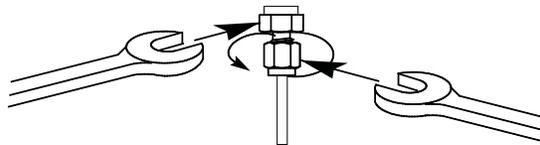

図 11 最終の締め付け
- 8 1/8 インチ (3.175 mm) Swagelok フィッティングは、7/16 インチ (1.111 cm) のスパナ 2 本を使用して、3/4 回転締めます (図 11)。
1/4 インチ (6.350 mm) フィッティングは、9/16 インチ (1.429 cm) のスパナ 2 本を使用して、1-1/4 回転締めます (図 11)。